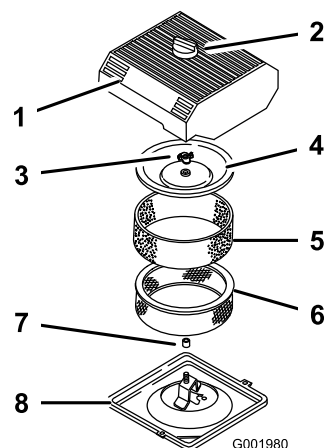

Figure 47
3. Nettoyez la surface autour du filtre à air pour éviter que des impuretés n'endommagent le moteur en tombant à l'intérieur (Figure 47).
4. Desserrez le bouton sur le couvercle du filtre à air et déposez le couvercle (Figure 47).
5. Sortez délicatement l'élément en mousse de l'élément en papier (Figure 47).
6. Dévissez l'écrou du couvercle et enlevez le couvercle et l'élément en papier (Figure 47).
1. Glissez délicatement l'élément en mousse sur l'élément en papier (Figure 47).
3. Vissez l'écrou à la main contre le couvercle (Figure 47).
4. Remettez en place le couvercle du filtre à air et le bouton (Figure 47).